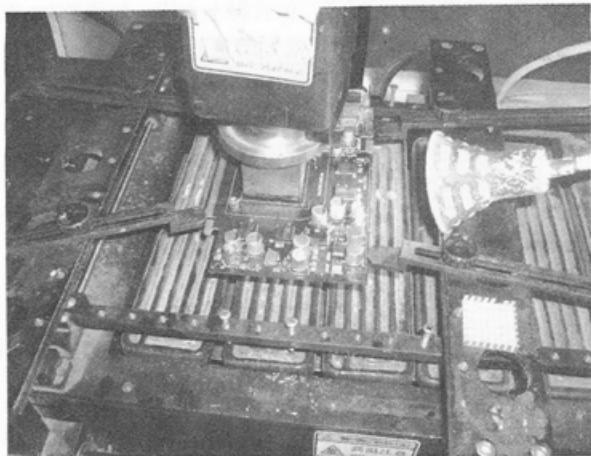

图 5-101 固定显卡
(4) PCI-E 显卡 GPU 容易空焊。加焊前先拆除散热片，然后上焊膏。放到 BGA 反修台，调好位置，风嘴对准，温度设定好，如图 5-101 所示。